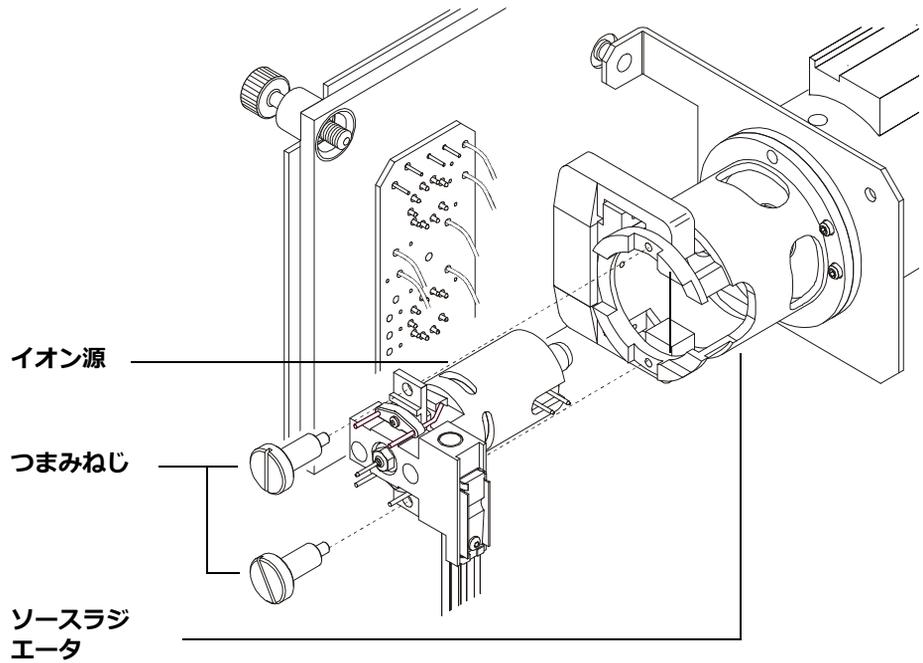

図 32 EI イオン源の取り付け
- 1 イオン源を、ソースラジエータの中へ入れます (図 32)。